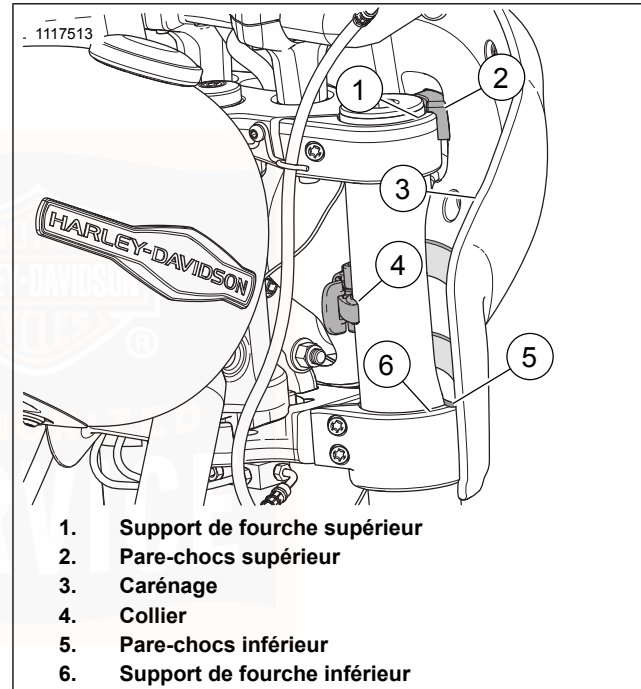

Figure 41. Carénage posé
1. Voir Figure 41. Déposer le carénage.
- b. Ouvrir les colliers de serrage (4).
- c. Chevaucher le garde-boue. Soulever le carénage (3) au-dessus du phare.
- c. Chevaucher le garde-boue avant. Placer le carénage au-dessus du phare et sur la fourche avant (5).
- d. Voir Figure 41. Placer le pare-chocs supérieur (2) sur le support de fourche supérieur (1).
- e. Vérifier que le pare-chocs inférieur (5) repose sur le support de fourche inférieur (6).